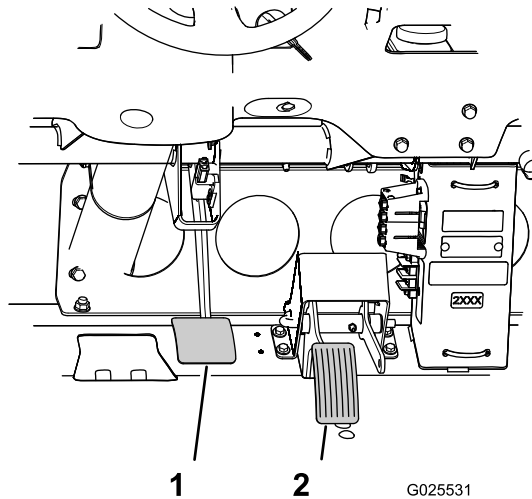

Figura 77
3. Sollevate il pedale del freno (**Figura 77**) fino a quando non viene a contatto con il telaio.